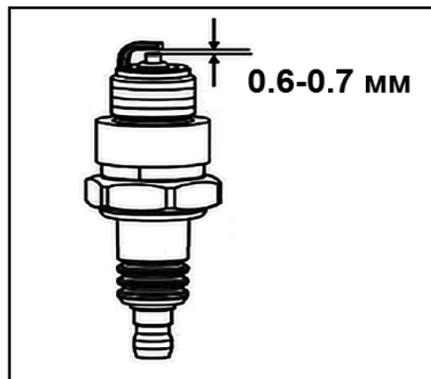

Рис. 9
- Измерьте зазор между электродами свечи зажигания специальным щупом. Зазор должен быть 0,6-0,7мм (рис. 9). При увеличении или уменьшении требуемого зазора рекомендуется заменить свечу, так как регулировка зазора может привести к изменению